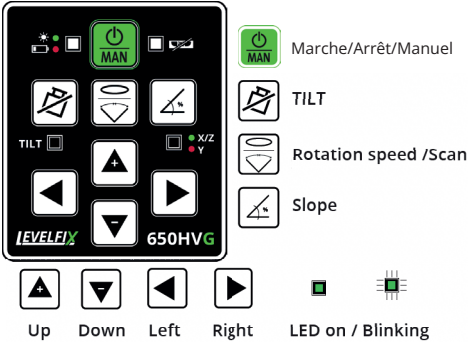

Fig.3
- Appuyez sur le bouton On/Off (fig.3) pour allumer le laser.